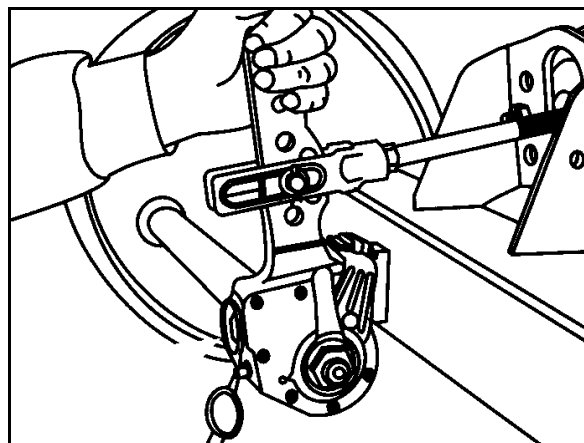

Рис. 92
Оттяните рукой рычажный исполнительный механизм в направлении действия давления (Рис. 92). При свободном ходе нажимного стержня тормозной пневматической камеры макс. 35 мм следует выполнить дополнительную регулировку колесного тормоза.
2. Поверните регулировочный винт (стрелка) накидным гаечным ключом (Рис. 92) прим. на  $\frac{3}{4}$  оборота против часовой стрелки. Свободный ход должен быть не менее 50 мм при длине рычага 150 мм.